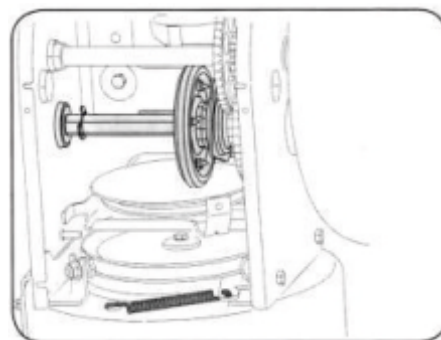

Рис.18
2. Нанесите легкое покрытие из всепогодной универсальной смазки на шестигранный вал (Рис.18).